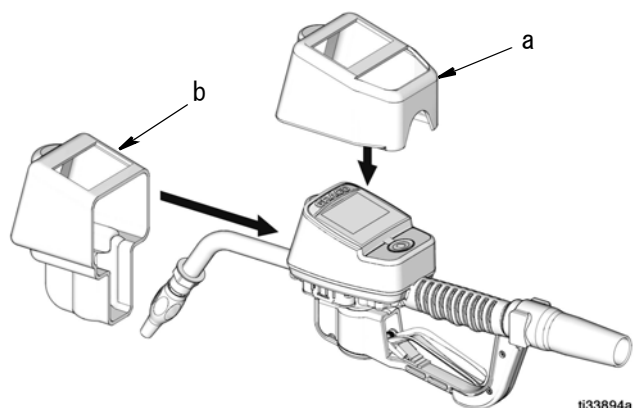

図 6
1. 図 6 を参照しながらメーターベゼルの上にベゼルガードを取り付けます。
2. 図 6 を参照しながら次にハウジングガード (b) をノズル/延長部およびメーターとベゼルガードの上に取り付けます。